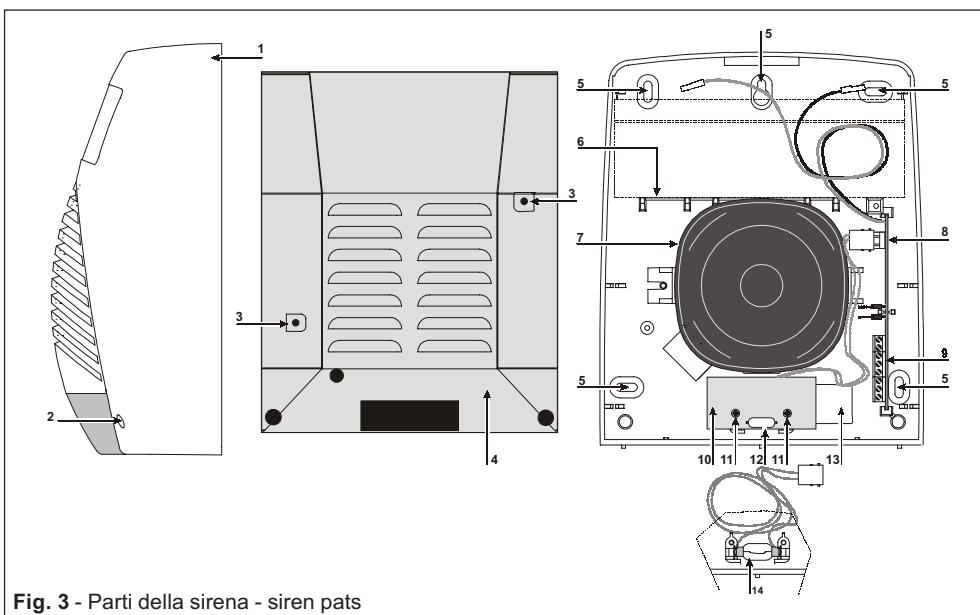

Fig. 3 - Parti della sirena - siren parts
Per facilitare l'operazione di installazione, nella confezione troverete una dima per la foratura e viti per il fissaggio. Sulla dima sono disegnati 5 fori : **F1, F2, F3, F4, F5**, corrispondenti a quelli di fissaggio posti sul fondo della sirena. Quest'ultima andrà fissata ai punti **5** (fig. 3).
Pull the control panel cables through the cable passage **PC (13)** (see fig. 3).
subito dopo collegare la batteria, posizionata sull'apposita mensola 6 (fig. 3): la tromba emetterà un piccolo suono ed il lampeggiatore entrerà in funzione.
as per fig. 3.